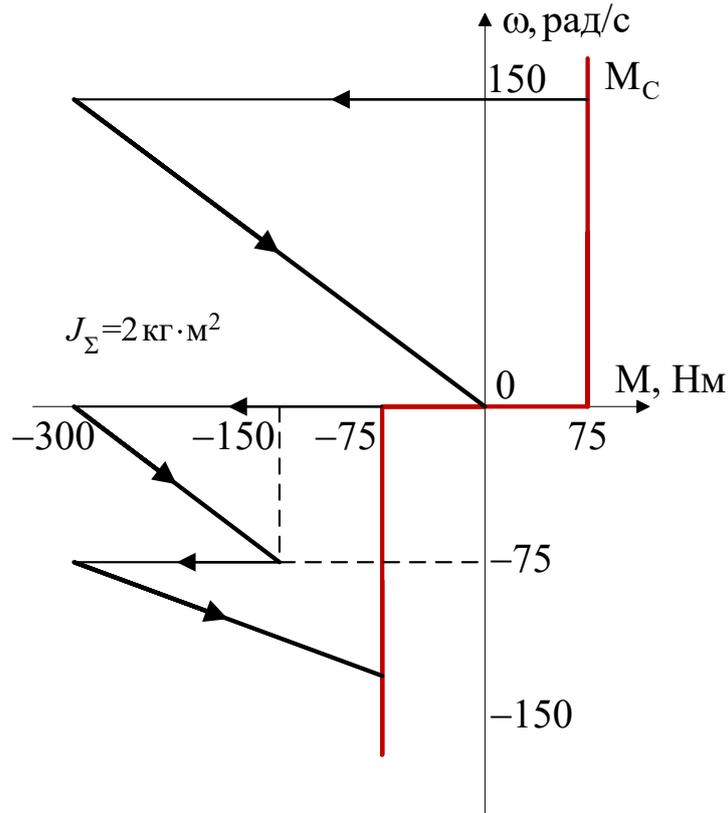

Рис. 4.5. Переходной процесс в осях механической характеристики (торможение, реверс)
6. Рассчитать постоянные времени и построить графики переходного процесса для процесса на рис. 4.5. Заполнить табл. 4.2 с соответствующими показателями переходного процесса.